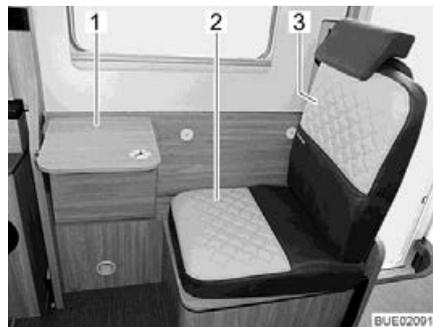

Bild 29 Zusätzlicher Sitz mit Klapp-
- Das beiliegende Sitzpolster (Bild 29,2) und das Rückenpolster (Bild 29,3) anbringen.
- Tischplatte nach unten klappen: Beide Rasten (Bild 30,1) entriegeln und Tischplatte (Bild 29,1) nach unten schwenken.